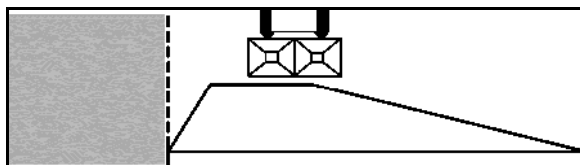

Рис. 57
1. Распределение по границе в соответствии с предписанием о внесении удобрений (Рис. 57):